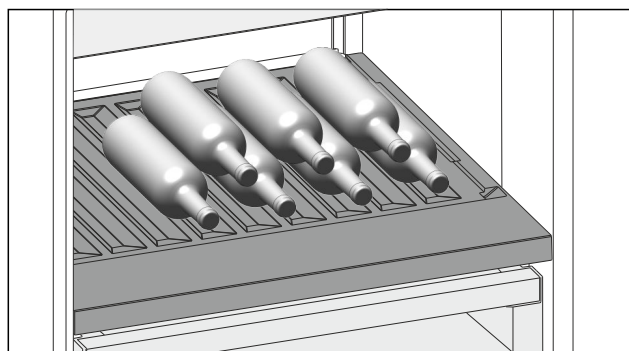

Fig. 147 例图
- ▶ 将瓶底向后对着后壁放入瓶子。(参见 Fig. 147)